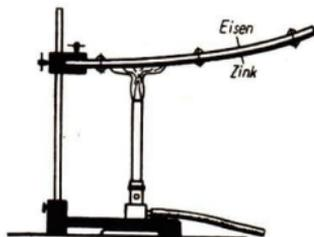

Abb. 104/1. Bimetallstreifen
5. Der Bimetallstreifen. Werden zwei gleich- große Streifen aus Eisen und Zink fest mitein- ander verbunden, dann entsteht ein Metallstreifen aus zwei unterschiedlichen Metallen, ein *Bimetall- streifen*. Erwärmt man ihn, so dehnen sich die Metalle unterschiedlich stark aus. Infolgedessen biegt sich der Bimetallstreifen nach der Eisen- seite hin. Bei gleicher Erwärmung dehnt sich das Zink stärker aus als das Eisen (Abb. 104/1). Eine Erwärmung des Bimetallstreifens auf eine bestimmte Temperatur hat eine ganz bestimmte Krüm- mung des Streifens zur Folge. Daher kann man den Bimetallstreifen dazu ver- wenden, Stromkreise bei bestimmten Temperaturen ein- beziehungsweise aus- zuschalten. Das ist beispielsweise in Heizkissen der Fall.